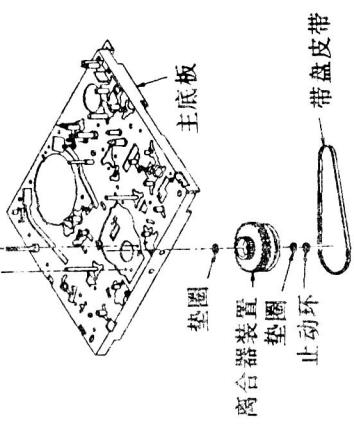

图53
步骤：①按图53中箭头所示方向，从机构主电路板上拉出并拔掉扁平电缆FFC18P插头；